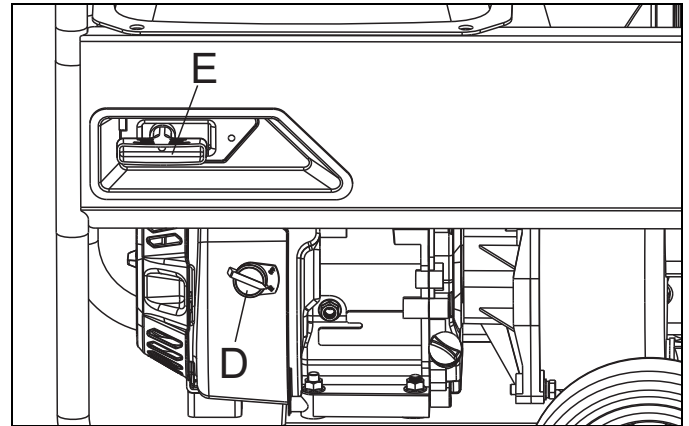

Figure 5-5. Mise en marche de la pompe à eau de modèle ST20
4. Placez l'interrupteur du moteur (D) à la position « ON » (« MARCHÉ ») (Figure 5-5).
5. Maintenez l'appareil immobile au moment de tirer sur la poignée de démarrage (E) (Figure 5-5).